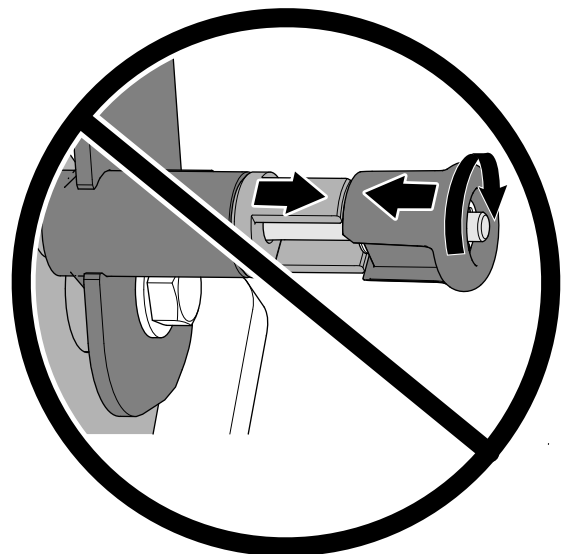

Figure 68
**Important:** Ne tournez pas le bouton, car la goupille de verrouillage ne pourrait pas se rétracter (Figure 68).